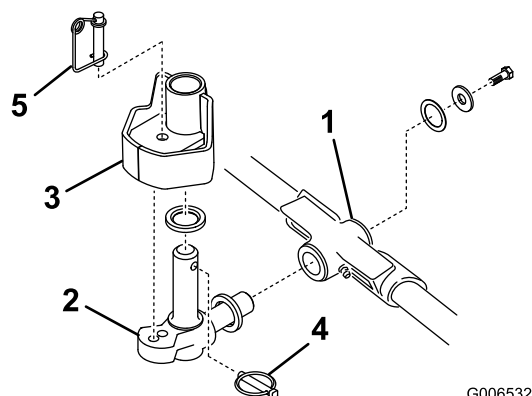

Figura 17
1. Introduza uma anilha de encosto no eixo horizontal da articulação como mostrado em Figura 17.
2. Introduza o eixo horizontal da articulação no tubo de montagem da estrutura de suporte (Figura 17).
3. Fixe a articulação na estrutura de suporte com uma anilha de encosto, uma anilha chata e um parafuso de cabeça flangeada (Figura 17).
4. Introduza uma anilha de encosto no eixo vertical da articulação (Figura 17).
(Figura 17). Posicione a articulação entre os dois amortecedores de centragem de borracha existentes no lado de baixo da placa de direção do braço de elevação.
6. Introduza o pino de sujeição no orifício cruzado existente no eixo da articulação (Figura 17).
Nota: Se a posição da unidade de corte tiver que estar fixa, introduza o pino de bloqueio da direção no orifício de montagem da articulação (Figura 17).
11. Fixe o cabo da mola em volta da parte inferior do pino de bloqueio da direção (Figura 17).